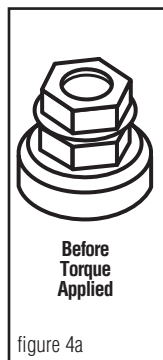

figure 4a
5. Continue tightening the torque regulating bolt with a standard box or socket wrench until the torque regulating piece breaks away. If the connector has two (2) assembly bolts, alternately tighten until the hexagonal torque devices break away. **See figures 4a & 4b.** Note that the plastic "turbo" spacer on the side will also break. To make the installation even easier and to relieve torque from the cables, a second wrench can be used on the hexagonal piece on the bottom of the connector.
5. Continué apretando este perno que regula la torsión con una llave estándar o de cubo hasta que la pieza que regula la torsión se parta y se separe. Si el conector tiene dos (2) pernos de ensamblaje, apriételes alternativamente hasta que el dispositivo de regulación de torsión se parta. **Vea la ilustración 4a y 4b.** Observe que el espaciador "turbo" de plástico en el costado también se fracturará. Para hacer esta instalación aún más fácil y para aliviar la torsión de los cables, se puede usar una segunda llave sobre la pieza hexagonal al fondo del conector.